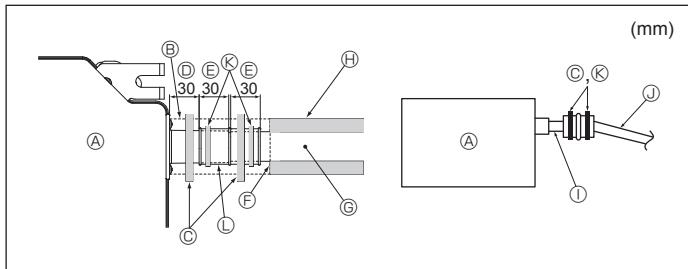

Fig. 6-2
- Die Ablasmuffe (mit der Anlage geliefert) an den Dränageauslass anschließen. (Fig. 6-2) (Das Rohr mit PVC-Kleber ankleben und dann mit einem Band sichern.)